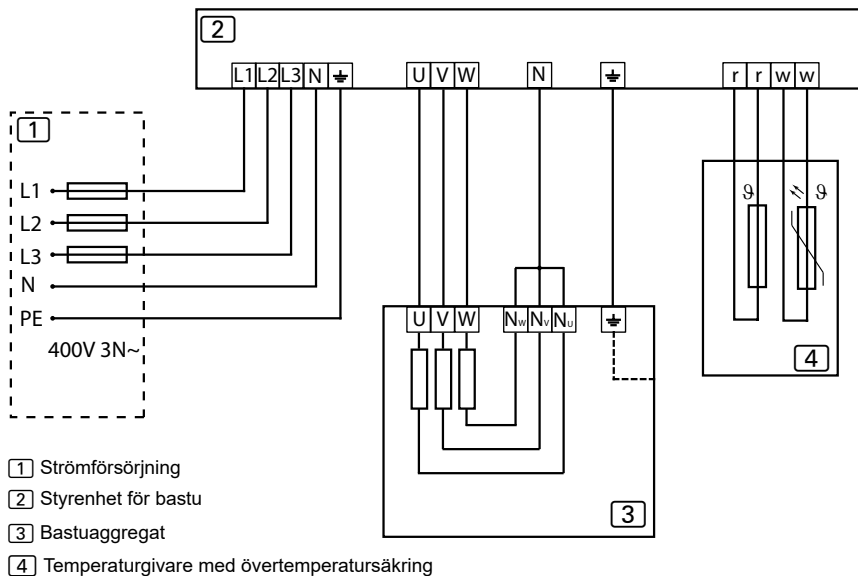

Bild 9. Kopplingsschema 400V 3N~
- **Fläktventilation:** Tilluftsventilen bör installeras i övre delen av bastun så att den inte påverkar temperaturgivarens funktion. (Bild 9. Minimavstånd mellan tilluftsventil och temperaturgivare.)